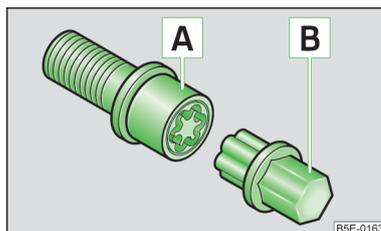

Abb. 201
- Den Adapter **B** » Abb. 201 mit seiner verzahnten Seite bis zum Anschlag so in die innere Verzahnung der Anti-Diebstahl-Radschraube **A** stecken, dass nur noch der äußere Sechskant herausragt.